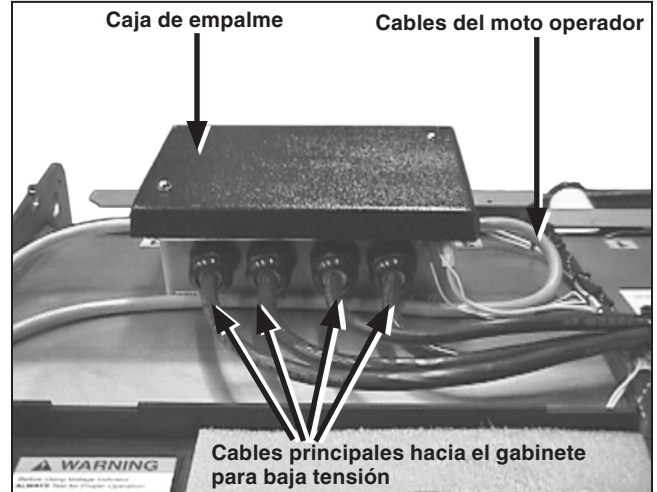

Figura 19. El cableado de la caja de empalme.
PASO 1. Desenrolle los cables principales de la caja de empalme que están canalizados hacia el compartimiento para baja tensión. Ver Figura 19. Estos cables tienen conectores para baja tensión en las puntas.